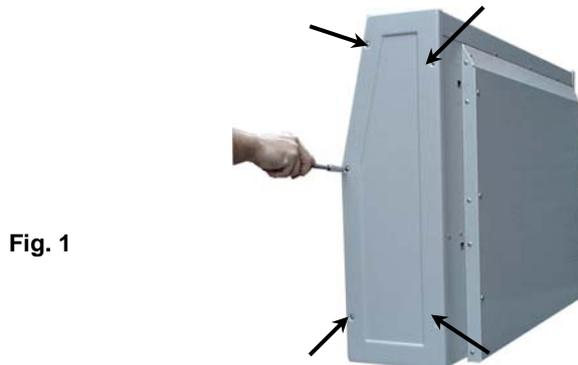

Fig. 1
- 1) Retire el panel lateral derecho del equipo, quitando los tornillos de fijación (Fig.1)
- 1) Retire los seis tornillos ubicados en la parte posterior de la unidad. (Fig.1)